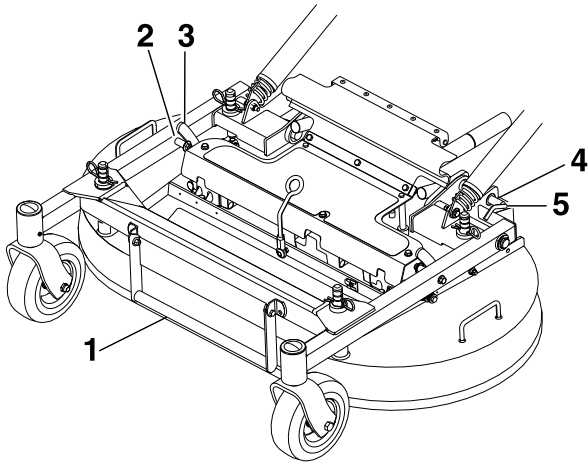

Figura 23
3. Manteniendo bajado el bastidor delantero, eleve la carcasa en un lado hasta que el pestillo de soporte de la carcasa se enganche en el pasador fijo del bastidor delantero (Figura 23).